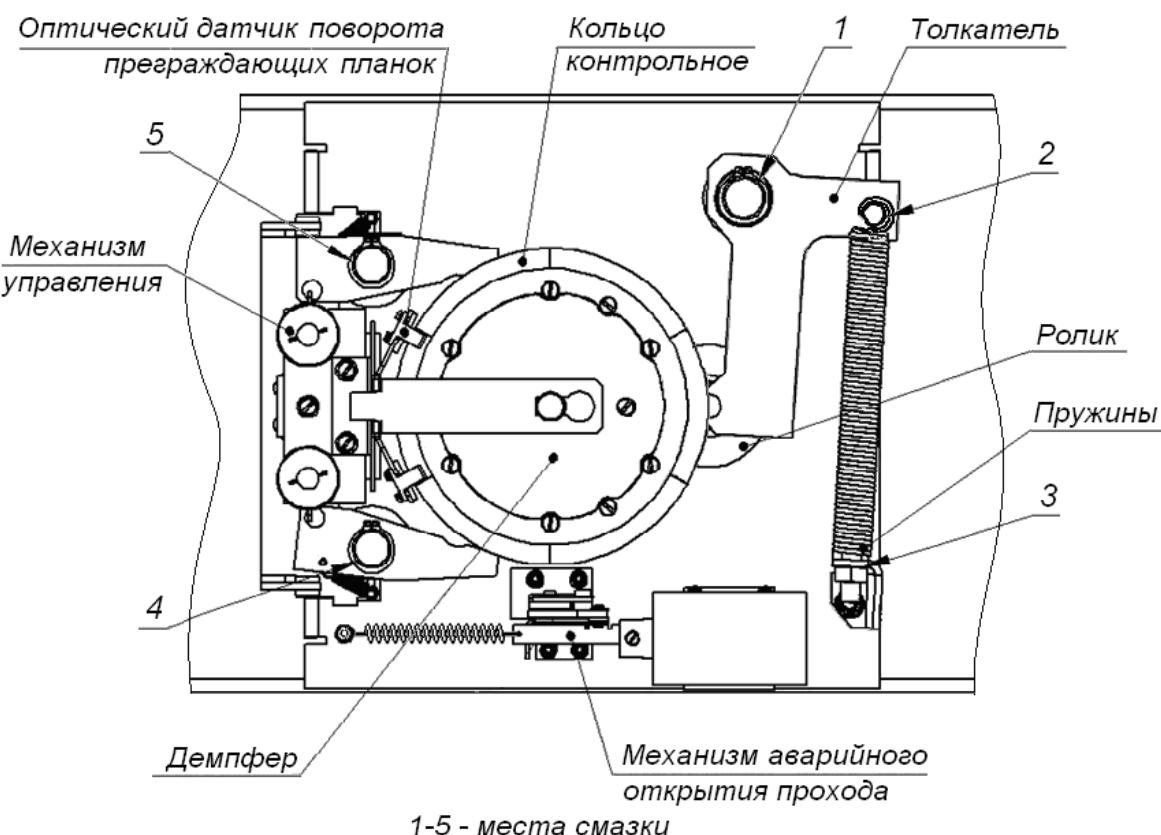

Рисунок 24. Расположение внутренних деталей и узлов стойки ЭП
4. Снимите крышку (3) в порядке, указанном в разд. 6 и положите ее на ровную устойчивую поверхность.
5. Осмотрите устройство поворота (толкателем, пружины и ролик), оптические датчики поворота преграждающих планок и демпфирующее устройство (см. рис. 24).
- смазкой типа **Chain and Rope Lube Spray - WEICON** оси вращения рычага толкателя (1, рис. 24) ролика и стопоров (4, 5, рис. 24);
- смазкой ШРУС-4 точки крепления пружин поворота (2, 3, рис. 24).
9. Проверьте крепление преграждающих планок (6) в шарирных узлах турникета и, при необходимости, подтяните крепежные винты.